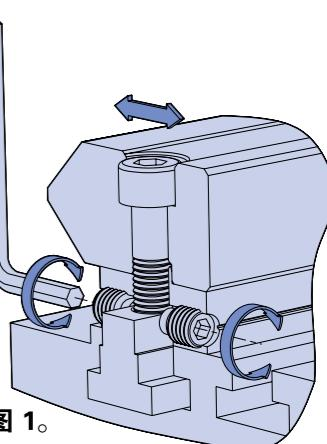

图 1。
- HLN 支承板将为需要顶起螺丝校直装置的客户提供螺孔和 M8 专用紧定螺钉(符合 ISO 4028)。孔配置“B”指示顶起螺丝位置与固定孔位置相对应, 与构造梁配合使用时必须使用此配置(见图 1)。孔配置“B”指示顶起螺丝位置与固定孔位置之间的中点相对应, 且通常用于客户提供了自身的中央金属键阶段或使用 Hepco 校直定位销 SDPA 时(如图 2 所示)。